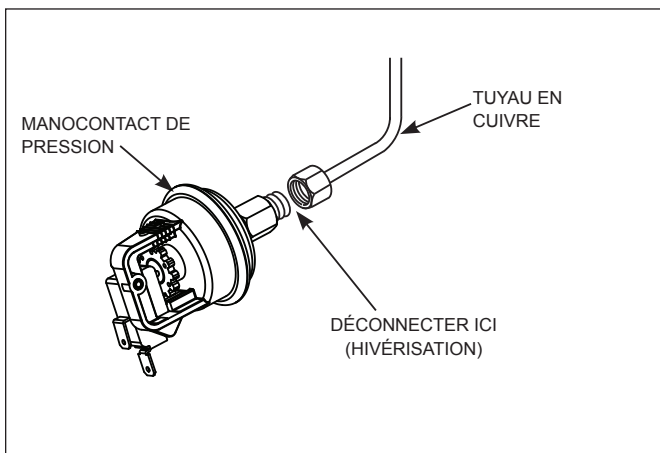

Figure 25. Canalisation en cuivre pour pressostat
8. Débrancher le pressostat du tuyau en cuivre. Voir Figure 25.
1. Attacher le tuyau en cuivre au pressostat. Voir Figure 25.